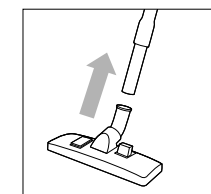

рис. 2
Подсоедините телескопическую трубку (16) к ручке гибкого шланга (19). Для удлинения трубки необходимо нажать на кнопку фиксации (20) и выдвинуть внутреннюю трубку на необходимую длину. Наденьте нужную принадлежность для уборки на конечную часть телескопической трубки (рис. 2).